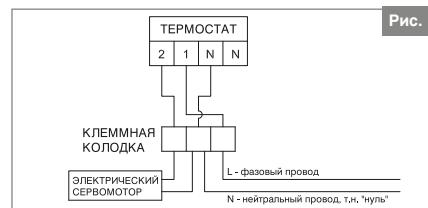

Рис. 19.
- b) электронным со светодиодом 230В (K-800100) - схема подключения на рис. 19,
- c) электронным со светодиодом 24В (K-800101) - схема подключения на рис. 19.